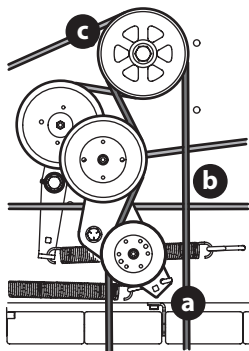

Figure 55
3. En utilisant une clé de 1/2 po dans le support de la poulie de tension (a), tournez la clé vers la droite de la tondeuse et faites glisser la courroie de PDF (b) hors de la poulie de PDF (c) (Figure 55).